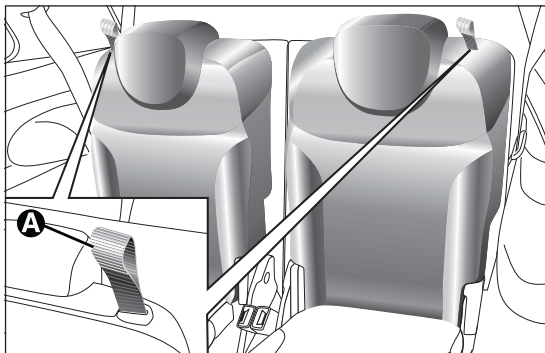

fig. 8
- ❑ levantar el dispositivo A fig. 8 para abatir el respaldo del asiento izquierdo o derecho. El respaldo se abatirá automáticamente hacia delante. Si es necesario, acompañar el respaldo en la primera parte del abatimiento.